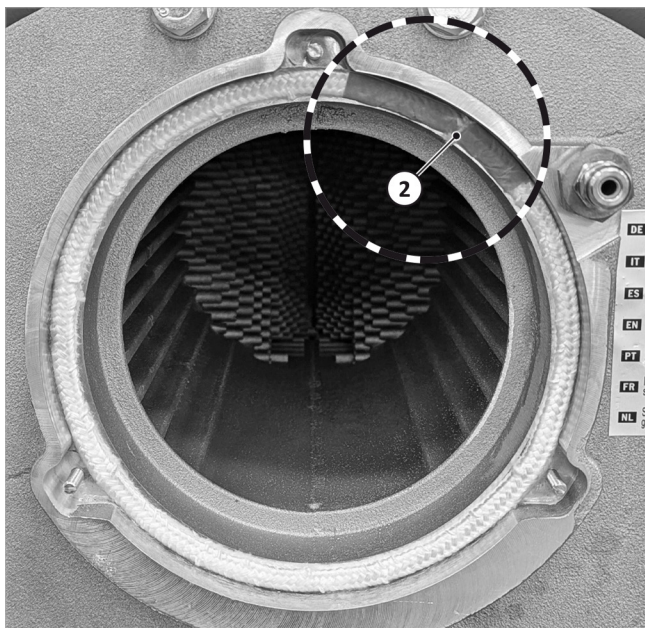

Abb. 2: Beide Enden der Kesseldichtschnur überdeckend einlegen
1. Ein Ende der Kesseldichtschnur einlegen. Die schräge Schnittfläche (1) muss aus der Nut zeigen, d.h. mit Blick frontal in die Nut komplett sichtbar sein. Stoß entsprechend → Abb. 2 platzieren.